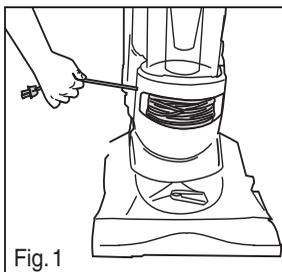
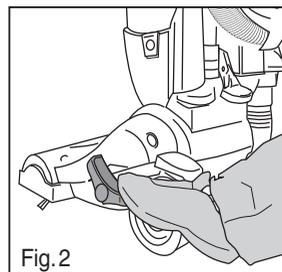

Fig. 1
Fig. 2
- Saque el cable completamente (Fig.1). Empújelo dentro del clip para el cable. Cuando termine de limpiar con la aspiradora, presione el interruptor para que el cable se retraiga (Fig. 2).